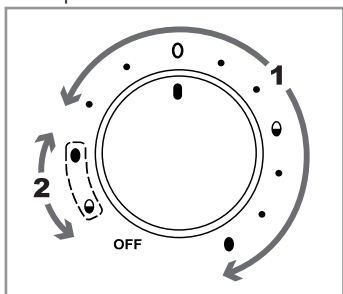

Fig. 1
① Remarque
- 1) Réglez le bouton rotatif ⑩ sur la position correspondant au degré de dureté souhaité des œufs. Utilisez la zone de réglage «1» (voir fig. 1) avec les symboles et les points correspondants devant :
Pour la première cuisson, la plage de réglage «1» avec les symboles et les points correspondants devant s'applique. Pour la deuxième cuisson, la plage de réglage «2» avec les symboles encadrés s'applique (voir fig. 1).
- 2) Tournez le bouton rotatif ❿ sur la position correspondant au degré de dureté le plus bas des œufs (la zone de réglage «1» s'applique, voir fig. 1). Le voyant de contrôle ❹ s'allume et la cuisson débute.
- 5) Refermez le couvercle 3 et tournez le bouton rotatif 10 jusque sur la position des symboles encadrés (plage de réglage «2», voir fig. 1), correspondant au degré de dureté souhaité des œufs restant dans l'appareil :